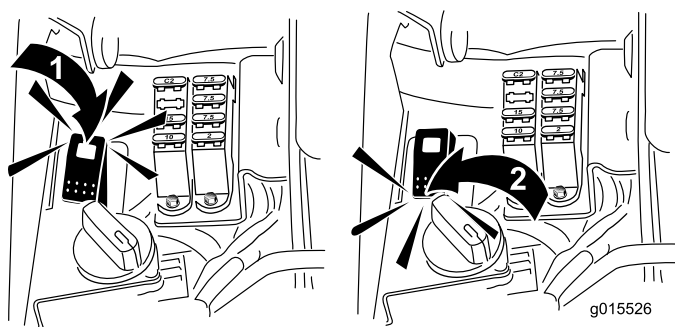

Figure 59
5. Tournez la commande de rodage à la position de rotation arrière (R) (Figure 59).